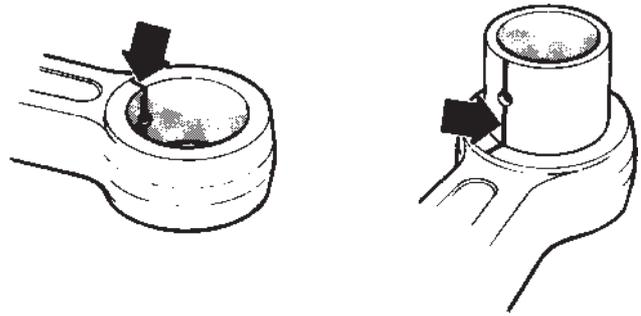

Fig. 58. Montage de bague de pied de bielle
2. Enfoncer la nouvelle bague en se servant des mêmes outils. La bague sera montée comme le montre la figure 58.
ATTENTION ! Veiller à ce que le trou d'huile de la bague arrive juste en face du canal de circulation d'huile de la bielle. Tracer une ligne passant par le trou dans la bague et dans la bielle avec un feutre (figure 58). Vérifier après le montage que le canal d'huile est bien ouvert.